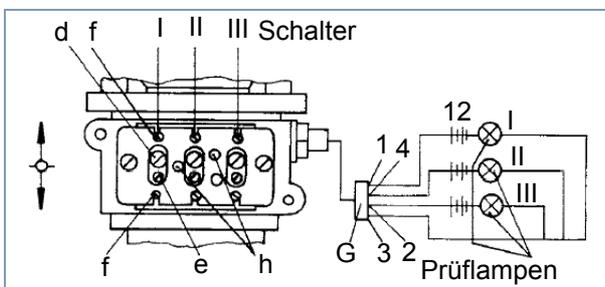

Abb. 4 Anschluss der Prüflampen
- Zylinderschraube d lösen (siehe Abb. 4).
- Gewindestift e anziehen bis der Einschaltpunkt erreicht ist (siehe Abb. 4).
- Zylinderschraube d mit M = 1,2 Nm fest anziehen (siehe Abb. 4).
- Zylinderschraube f des betreffenden Schalters geringfügig lösen (siehe Abb. 4).
- An den Zylinderschrauben f (siehe Abb. 4) den betreffenden Schalter in Richtung AUS und dann in Richtung EIN bis zum Einschaltpunkt verschieben.
- Platte 461 908 107 4 in Aufnahmebohrung h einsetzen (siehe Abb. 4).